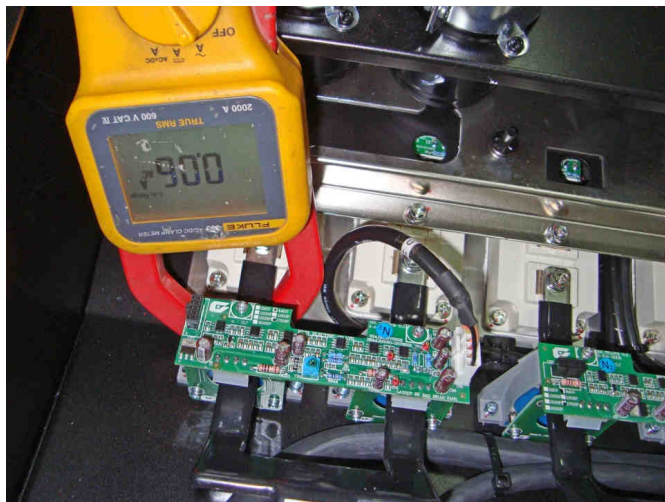

Рис. 8.3. Пример измерения тока левого модуля IGBT в выходной фазы U.
8.3.2. Установить CD-010 = 0, CD-011 = 380. Установить задание частоты 50 Гц и подать команду ПУСК. По окончании разгона, произвести измерения выходного тока каждого модуля IGBT в каждой выходной фазе (U, V и W), устанавливая токовые клещи поочередно в разветвления выходных шин, как показано на рис.8.3а, б.